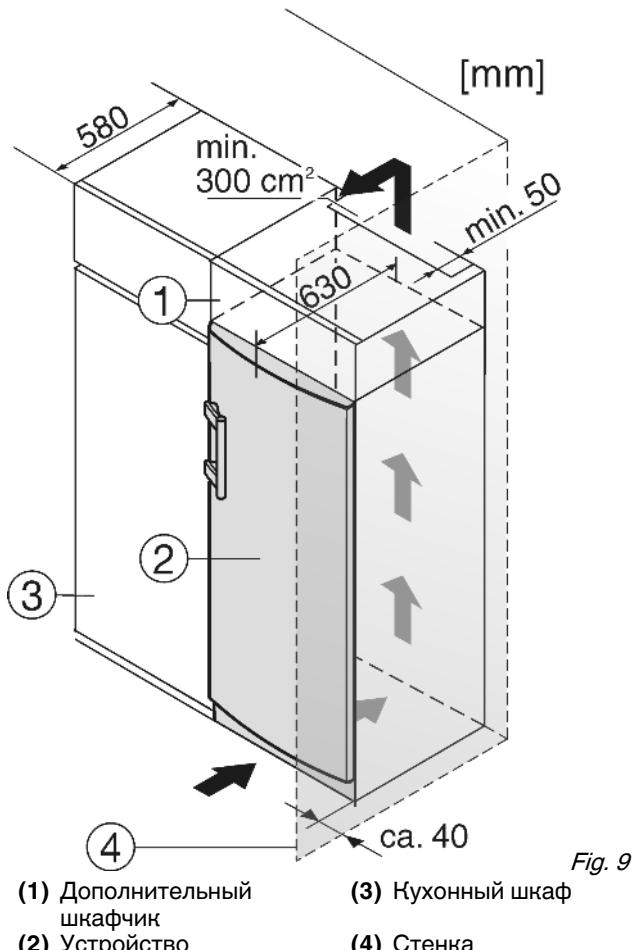

Fig. 9
- (1) Дополнительный шкафчик
(2) Устройство
- (3) Кухонный шкаф
(4) Стенка
При комбинировании с обычными кухонными шкафами (глубина макс. 580 мм) устройство можно установить непосредственно рядом с кухонным шкафом Fig. 9 (3). Дверь устройства выступает по сторонам на 34 мм и по центру устройства на 50 мм относительно передней стенки кухонного шкафа. Поэтому ее можно свободно открывать и закрывать.
Если устройство установлено на шарнирах у стены Fig. 9 (4), то расстояние между устройством и стеной должно быть не менее 40 мм. Настолько выступает ручка при открытой дверце.